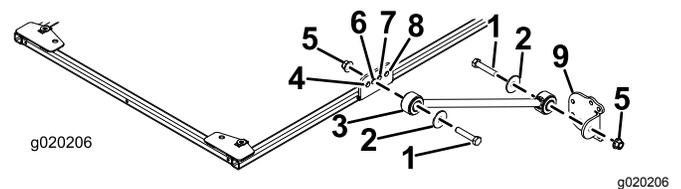

Bild 27
3. Befestigen Sie an jeder Seite des Sonnendachrahmens eine Strebe mit einer Schraube ($\frac{1}{2}'' \times 2\frac{1}{2}''$), einer Scheibe ($\frac{1}{2}''$) und einer Bundmutter ($\frac{1}{2}''$) lose im zweiten Loch der Strebenhalterung, wie in **Bild 27** abgebildet.
4. Befestigen Sie eine Strebenhalterung mit einer Schraube ($\frac{1}{2}'' \times 2\frac{1}{2}''$), einer Scheibe ($\frac{1}{2}''$) und einer Bundmutter ($\frac{1}{2}''$) an jeder Strebe, wie in **Bild 27** abgebildet.